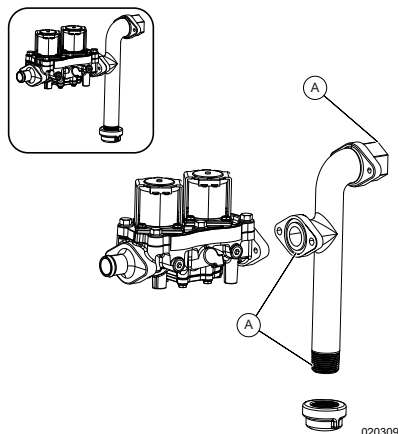

Figure 4-10. Points de connexion à vérifier pour détecter les fuites
Voir **Figure 4-10**. Effectuer un test final d'étanchéité du circuit de carburant après l'installation de la génératrice. Ce test permettra de détecter d'éventuelles fuites à tous les points de raccordement (A).